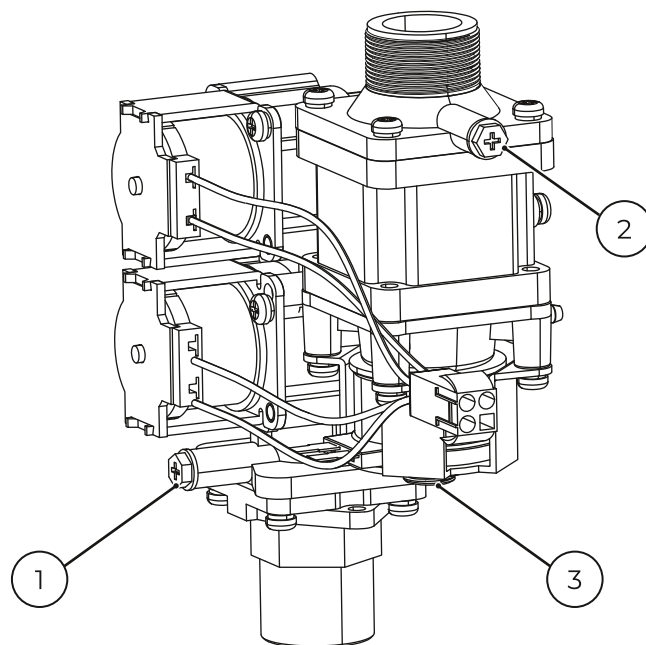

Рис. 17. Газовый клапан.
Проверка осуществляется U-образным или электронным манометром на отключённом котле. Для измерения необходимо использовать патрубок на газовом клапане рис. 17. После измерения обязательно закройте винт-заглушку.
4. Для котлов мощностью 10, 14 кВт после электронной регулировки необходимо откорректировать значение максимального давления газа с помощью винта 3 рис. 17.